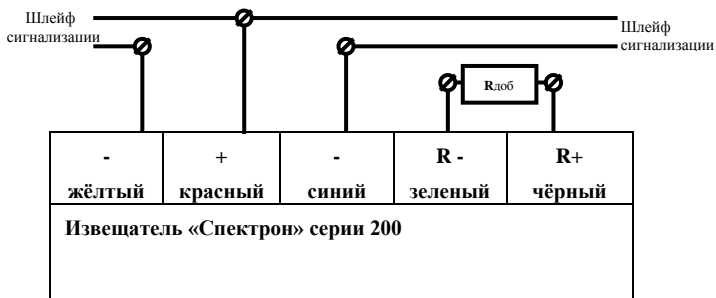

Рис. 3
2.2.3.1 Схема подключения Извещателя к шлейфу сигнализации показана на рисунках 3 и 4. Согласование токов режима «Пожар» Извещателя, питаемого по шлейфу сигнализации, см. рис. 3, и режимов «Внимание» и «Пожар» используемого приёмно-контрольного прибора производится подключением резистора Rдоб., номинал определяется из таблицы 3.